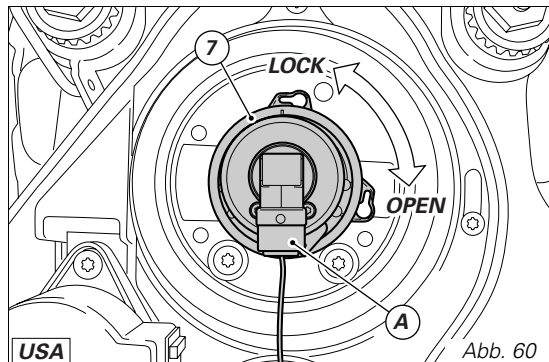

Abb. 60
Zum Entfernen der Glühbirne des Abblendlichts (7) den Stecker (A) vom Kabel abziehen, die Lampenfassung gegen den Uhrzeigersinn drehen, dann die durchgebrannte Glühbirne (Abb. 60) herausnehmen und durch eine neue identische ersetzen. Für die Montage die Glühbirne im Uhrzeigersinn eindrehen und so in der Lampenfassung fixieren.